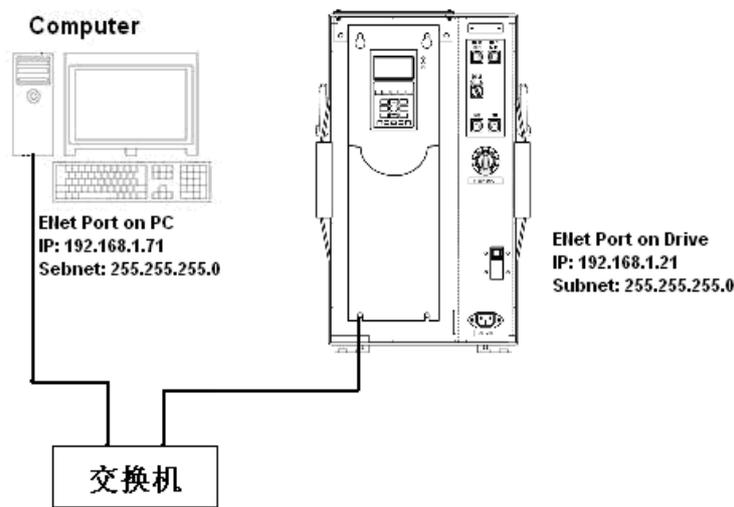

图 1-37 确定 PC 机与变频器已链接
(1) 确认 PowerFlex 753 变频器已经连接到计算机上，如图 1-37 所示。